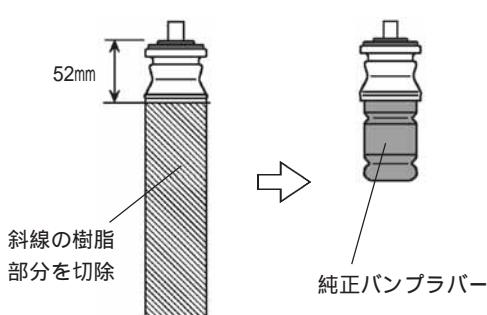

図6-1
- ・ダストブーツ部分が純正アッパーマウントと一体になっている場合は、図6-1を参考に樹脂部分を切除してください。
2. 純正アッパーマウントは、固定されている純正バンプラバーを取り外し、リアダンパーASSYに組付けてください。(図6-1)